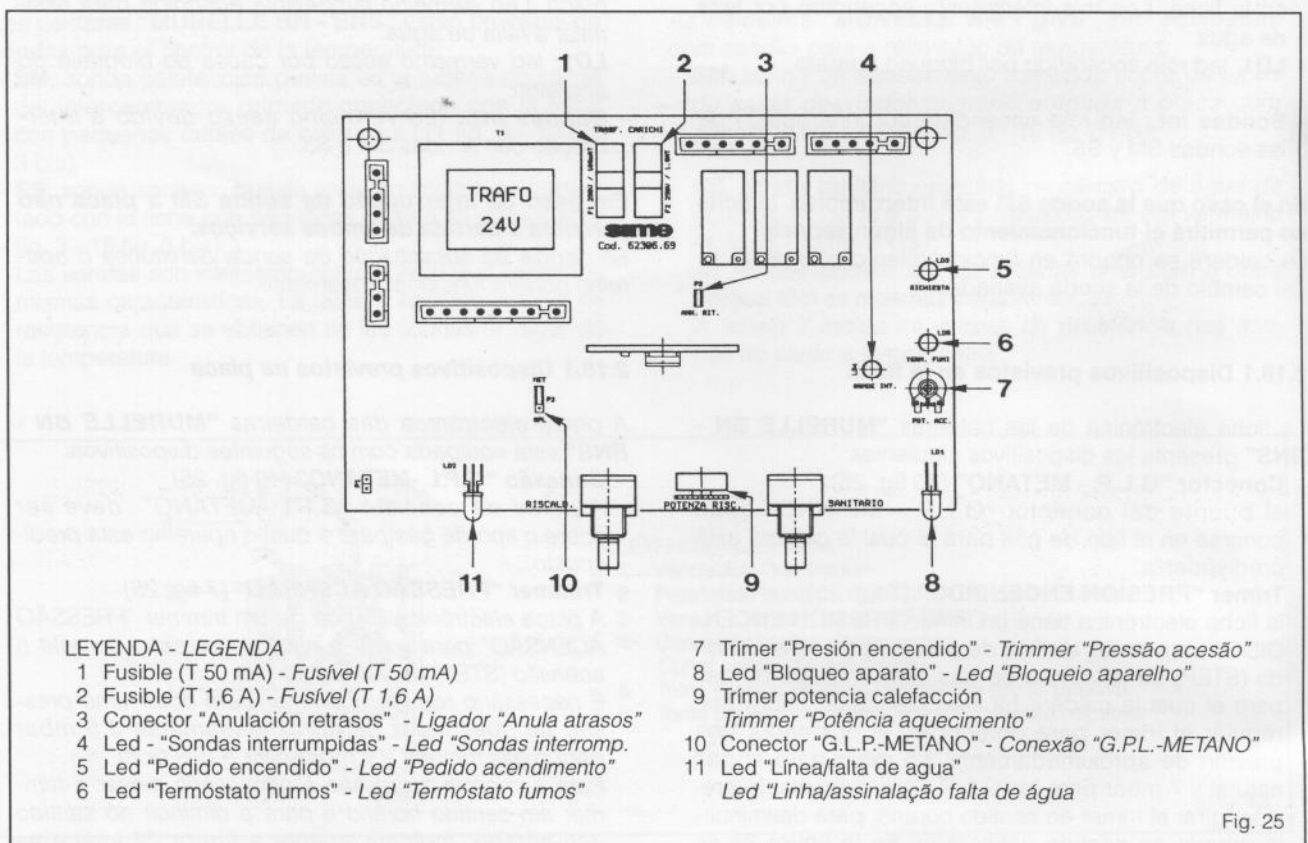

Fig. 25
- **Conector "G.L.P. - METANO"** (10 fig. 25): el puente del conector "G.L.P. - METANO" debe ponerse en el tipo de gas para el cual la caldera está predispuesta.
- **Trímer "PRESION ENCENDIDO"** (7 fig. 25): la ficha electrónica tiene un trímer "PRESIÓN ENCENDIDO" para variar el nivel de presión para el encendido (STEP) de la válvula de gas. Según el tipo de gas para el cual la caldera ha sido fabricada, habrá que regular el trímer para obtener en el quemador una presión de aproximadamente 3,5 mbar para el gas natural y 7 mbar para los G.L.P. Para aumentar la presión, girar el trímer en sentido horario, para disminuir, girarlo en sentido antihorario. En la figura 24 se
- **Conexão "G.P.L.-METANO"** (10 fig. 25): A ponte da conexão "G.P.L.-METANO" deve ser sobre o tipo de gás para o qual o aparelho está predispuesto.
- **Trimmer "PRESSÃO ACENSÃO"** (7 fig. 25): A placa electrónica dispõe de um trimmer "PRESSÃO ACENSÃO" para variar o nível de pressão durante a acensão (STEP) da válvula do gás. É necessário regular o trimmer para obter uma pressão ao queimador de aproximadamente 3,5 mbar para o gás metano e 7 mbar para o gás G.P.L. Para aumentar a pressão é necessário mover o trimmer em sentido horário e para a diminuir no sentido anti-horário. Indicativamente a figura 24 indica as
presentan las posiciones en las cuales poner el indicador del trimer según el tipo de gas utilizado. Antes de regular el trimer, asegurarse que el conector "G.L.P. - METANO" (10 fig. 25) esté puesto en el tipo de gas para el cual la caldera está predispuesta.
- **Conector "ANULACION RETRASOS"** (3 fig. 25):
Antes de efectuar a regulação do trimmer verificar que o ligador "G.P.L.-METANO" (10 fig. 25) esteja no tipo de gás para o qual a caldeira está predisposta.
- **Ligador "ANULA ATRASOS"** (3 fig. 25):